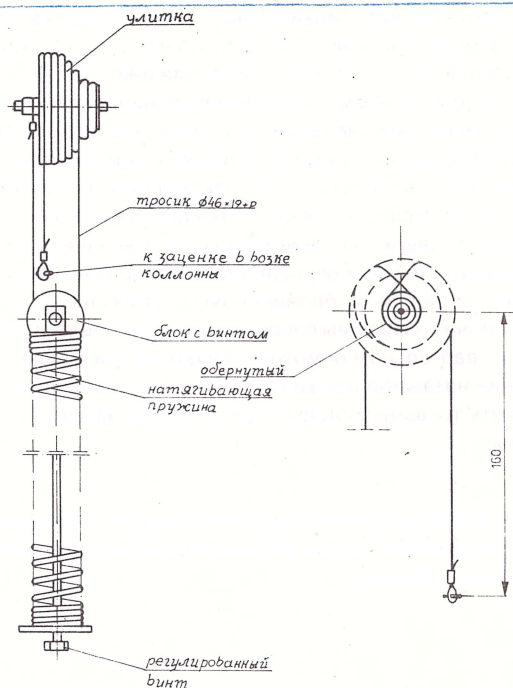
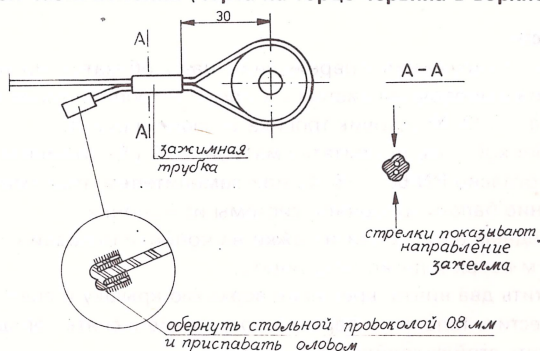

Рис. 3. Схема балансирующей системы колонки. Положение червяка при установке тележки в верхней части колонки (черта на торце червяка в верхней части)
Рис. 4. Хвостик троса балансирующей системы
- а) В случае обнаружения повреждения надо обязательно произвести замену троса балансирующей системы. Способ встройки троса в колонку штатива указан на рис. 3. Хвостовик тросика указан на рис. 4.